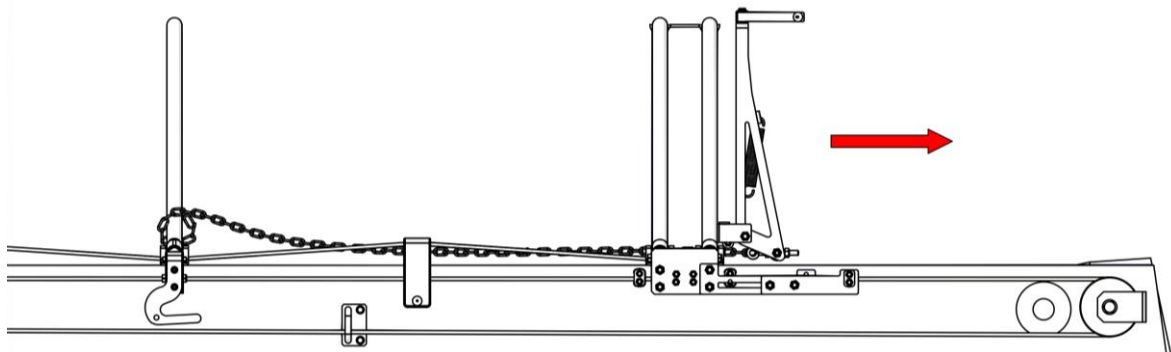

fig. 1
6. Actionner le bâchage (manuellement ou électriquement selon le modèle) et couvrir la benne (fig. 1).